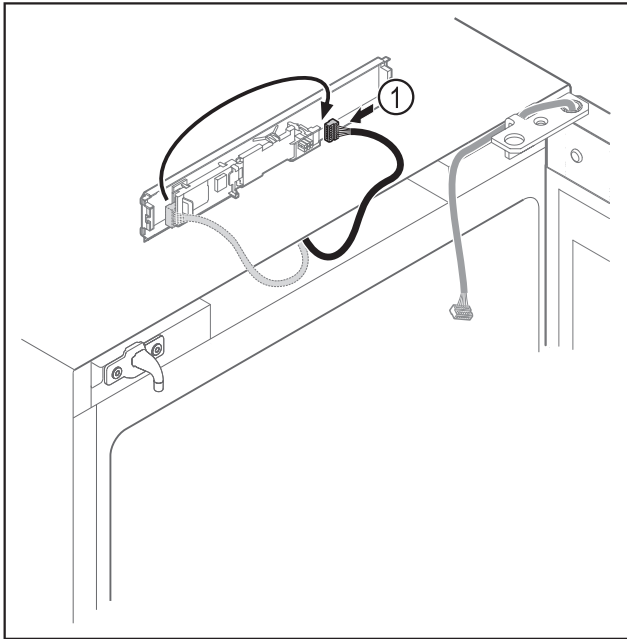

Fig. 11
- ▶ Zmeňte zapojenie zástrčky Fig. 11 (1) na doske plošných spojov.